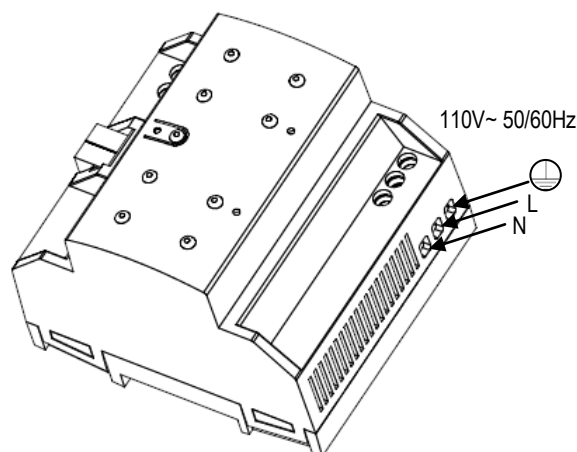

Abb. 2: ZPS320MPA110 Installation und Anschluß
- Die Netzleitung wird an die Klemmen L, N und SL angeschlossen, wie auf Abb. 2 dargestellt